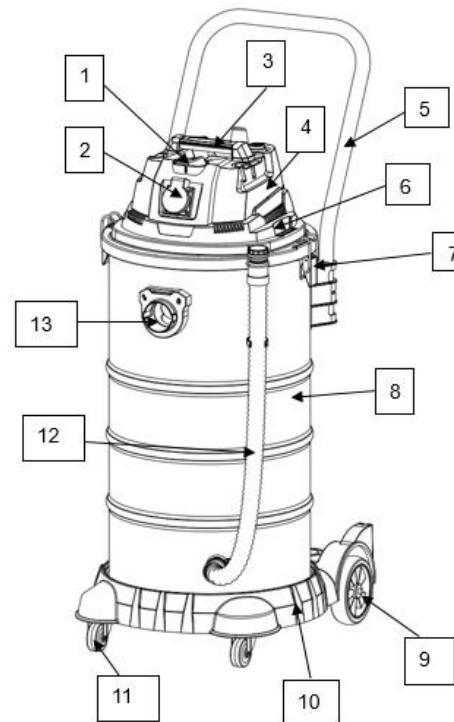

Рис. 1
- Разблокируйте два замка (7) (Рис.1) с обеих сторон пылесоса и за ручку (3) (Рис.1) снимите секцию электродвигателя (6) (Рис.1).
- После установки соответствующего фильтра за ручку (3) (Рис.1) правильно установите секцию электродвигателя (3) (рис.4) на бак (8) (Рис.1) и заблокируйте два замка (7) (рис.1).
- Позиция «I» – пылесос включен, независимо от факта подключения электроинструмента к розетке (2) (Рис.1);
- Позиция «II» пылесос включается через несколько секунд только после пуска, подключенного к розетке (2) (Рис.1) электроинструмента, и пылесос отключается через несколько секунд только после остановки.